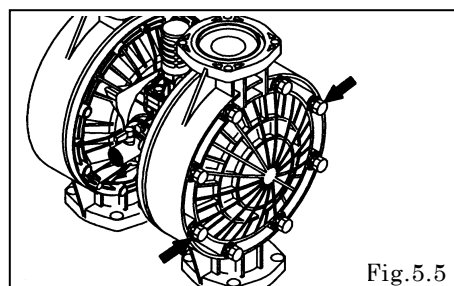

Fig.5.5
- ・アウトチャンバー取付ボルト 16 か所 (NDP-H80 は 24 か所) を外し、アウトチャンバーを取り外す。〔Fig.5.5〕